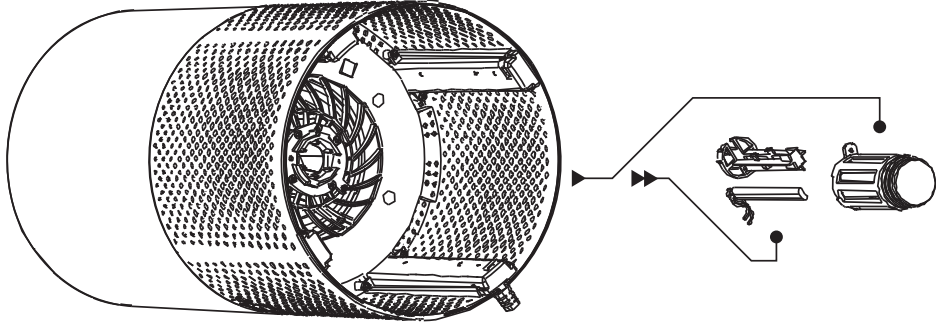

Abb. 3
2. Der integrierte Filter (7) kann gelegentlich mit einem feuchten Tuch von Staub befreit werden, vor allem auf der Seite des Vorfilters (außen). Der Filter kann auch auf niedriger Stufe oder mit einer Bürste mit weichem Haar vorsichtig abgestaubt werden. Den Filter nicht in Wasser tauchen und nicht auseinanderbauen. Falls der Luftreiniger mittels des Kontrolllämpchens den notwendigen Filtertausch anzeigt, ist der Filter auszutauschen (siehe: BESCHREIBUNG DER MONTAGE UND DEMONTAGE DES FILTERS). Unter normalen Bedingungen signalisiert der Luftreiniger etwa alle 6 Monate die Notwendigkeit eines Filtertauschs. Bei intensivem Betrieb des Geräts kann dieser Zeitraum kürzer ausfallen. Tauschen Sie den Filter alle 6 Monate aus, auch wenn das Gerät keinen Filtertausch signalisiert.
3. Der Behälter für den Filter (8) sollte beim Filtertausch mit einem feuchten Tuch gereinigt werden.
- Filter vom Gerät abschrauben (7)
- Gerät auf die Seite kippen (Abb. 3)
- Schraube am Gehäuse der UV-Lampe (9) aufschrauben
- Filter (7) im Luftreiniger montieren